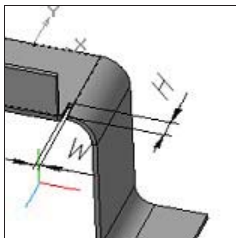

Рис. 29.20. Основные параметры освобождения сгиба
Освобождение сгиба — технологические пазы (рис. 29.20) в листовом теле, расположенные по бокам сгиба. Это делается для снятия напряжения металла. Основные параметры освобождения сгиба — глубина освобождения и ширина паза освобождения.
- ◆ нажмите кнопку **Создать объект** для завершения построения и кнопку **Завершить** для выхода из команды. В графической области у вас должно получиться как на рис. 29.20. Система создала сгиб с освобождением. Это правильно созданный сгиб, который может быть сделан только с помощью технологической оснастки.